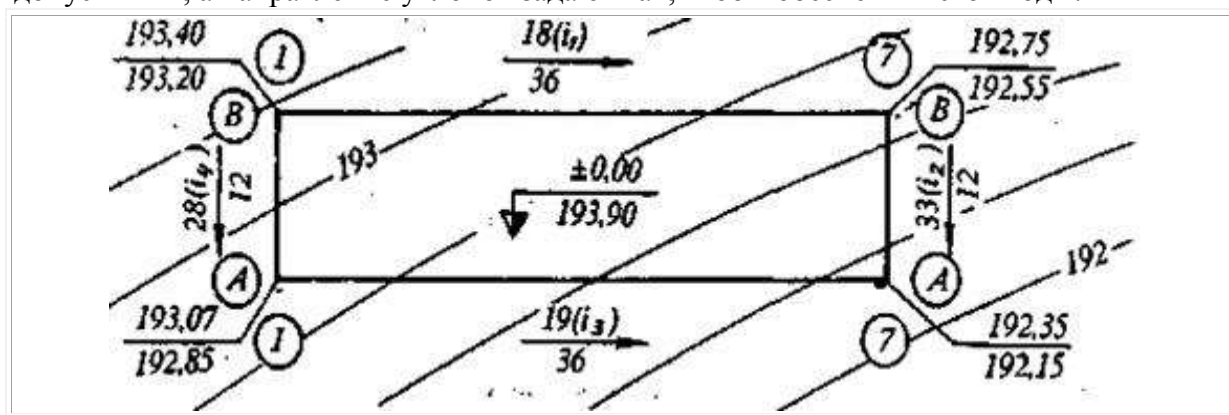

Рисунок 4. Высотная привязка проектируемого здания к местности
1) Определяют фактические отметки земли на углах здания по горизонталям, изображенным на топографическом плане, и записывают на схему (рис.4).